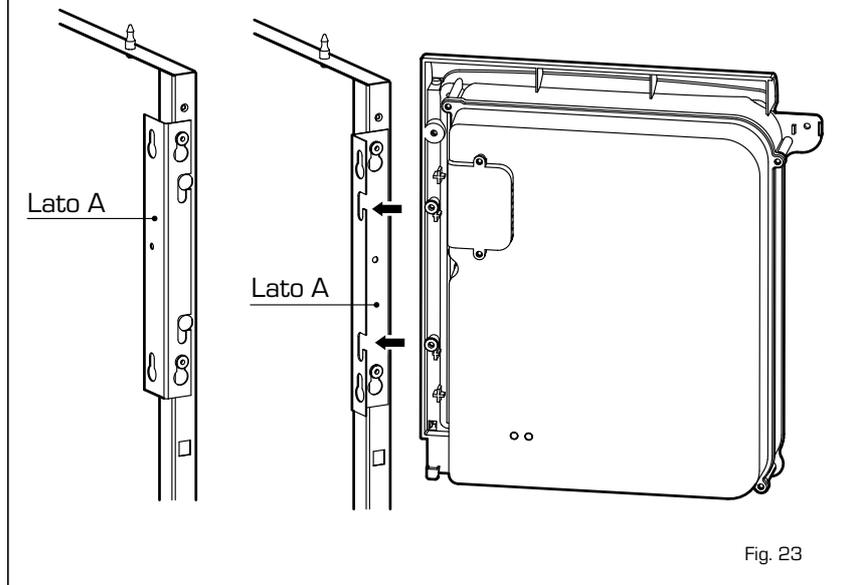

Fig. 23
#### 4.5.1 Smontaggio coperchio mantello e pannello comandi (fig. 23)
Per effettuare la verifica di combustione della caldaia ruotare il selettore e sostare su posizione (I) fino a quando il led giallo (II) non inizia a lampeggiare (fig. 23/a). Da quel momento la caldaia inizierà a funzionare in riscaldamento alla massima potenza con spegnimento a 80°C e riaccensione a 70°C.